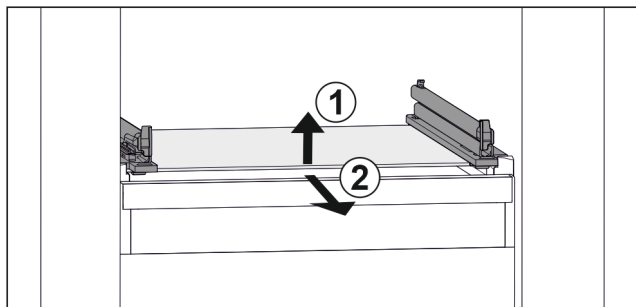

Fig. 87 Příklad znázornění skleněné desky
- ▶ Nadzvedněte skleněnou desku vpředu. Fig. 87 (1)
- ▶ Vyjměte skleněnou desku dopředu. Fig. 87 (2)